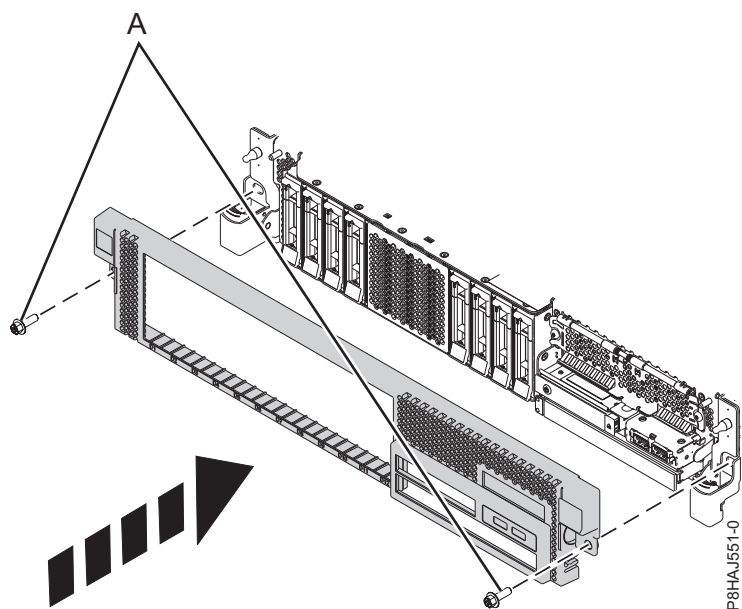

図 34. 前面カバーの取り付け
3. 52 ページの図 34 に示す方向にリリース・ラッチを押して、閉じます。 カチッという音がしてカバーが正しい位置に収まります。カバーにはより簡単につかむことができるくぼみがあります。
4. 配送用ねじ (A) を再取り付けします。